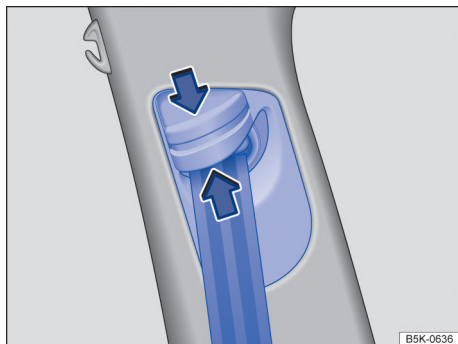

Fig. 35 Junto a los asientos delanteros: regulador de la altura del cinturón de seguridad.
- Presione el dispositivo de reenvío en el sentido de la flecha y manténgalo presionado → fig. 35.